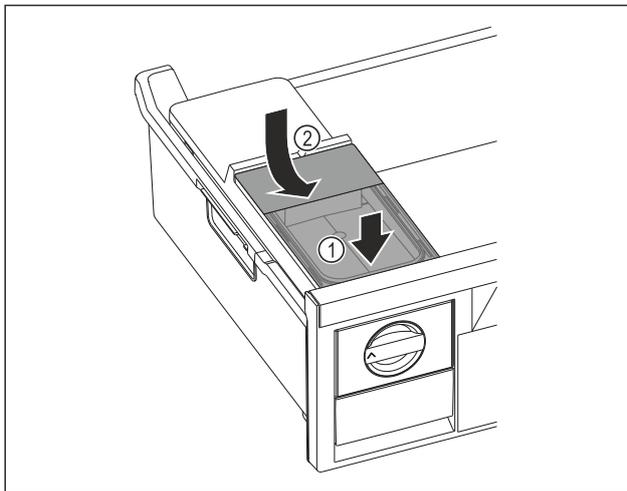

Fig. 79
- ▶ Wassertank vorne ansetzen. Fig. 79 (1)
- ▶ Wassertank hinten absenken. Fig. 79 (2)